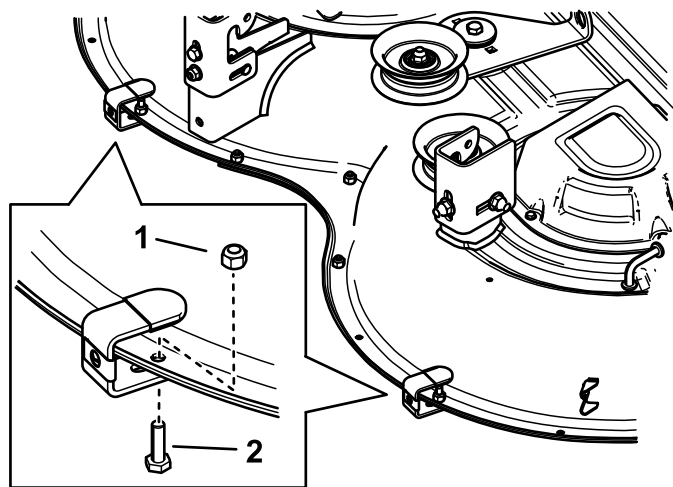

Figura 2
4. Montate le staffe nei fori come mostrato in Figura 2. Tenete saldamente premuto il cappuccio di gomma della staffa contro la parte posteriore del piatto e serrate.